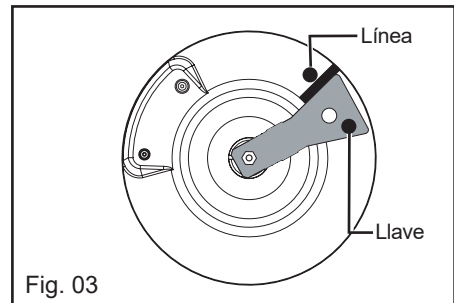

Fig. 03
• **Encima de un mueble vacío o de un cajón (Fig. 03).**
- Gire la llave en el sentido de las agujas de un reloj hasta que la línea aparezca al otro lado (Fig. 03).
- No utilice difusores, tostadores de pan, parrillas de acero para carne ni cacerolas con pies que reposen o rocen la superficie de vidrio (Fig. 03).